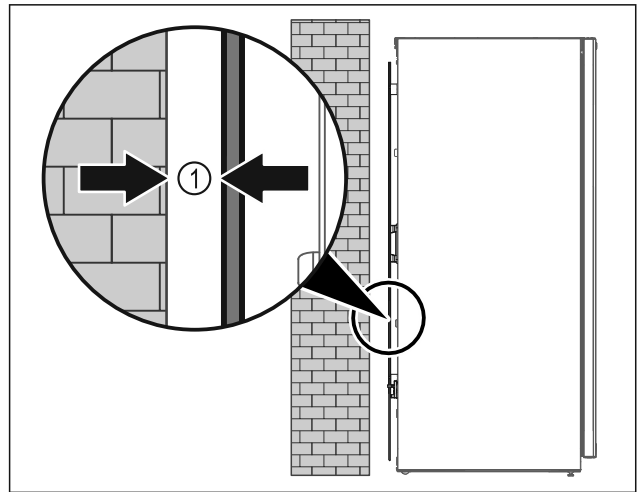

Fig. 52
- ▶ Τοποθετήστε τη συσκευή είτε ελεύθερη στον χώρο είτε απευθείας σε έναν τοίχο σε ελάχιστη απόσταση 5 mm Fig. 52 (1).